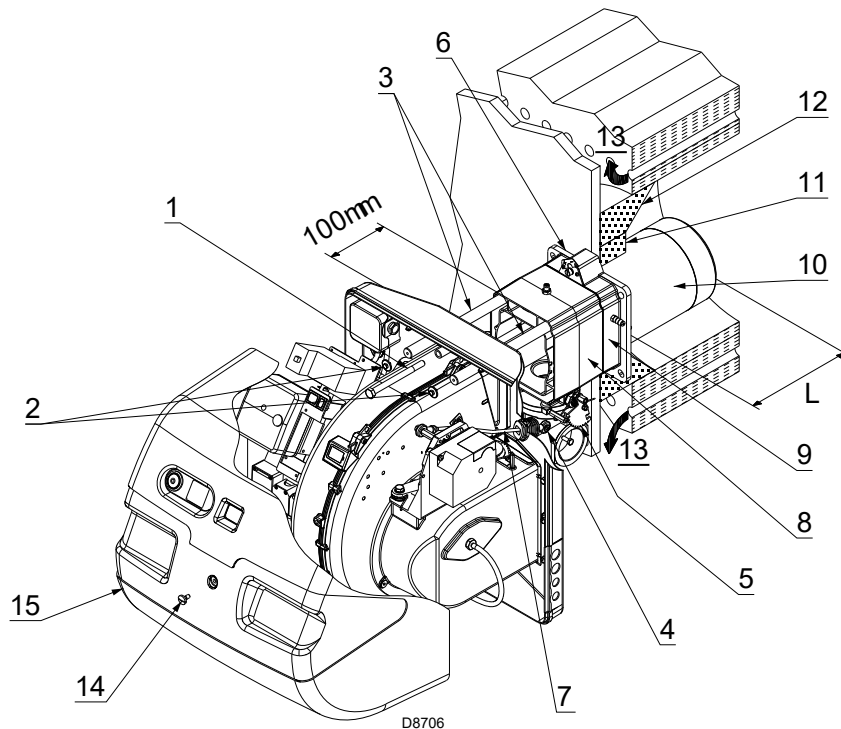

Abb. 10
Für Heizkessel mit vorderem Abgasumlauf 13)(Abb. 10) oder mit Flammenumkehrkammer muss eine Schutzschicht aus feuerfestem Material 11)(Abb. 10), zwischen feuerfestem Material des Kessels 12) und Brennerrohr 10)(Abb. 10) angebracht werden.
Trennen Sie den Flammkopf vom übrigen Teil des Brenners, (Abb. 10):
- entfernen Sie die Schraube 1) und ziehen Sie den Innenteil 2) (Abb. 10) heraus.
Befestigen Sie den Flansch 9) (Abb. 10) an der Platte des Heizkessels und setzen Sie dazwischen die mitgelieferte Isolierdichtung 6) (Abb. 10) ein; tragen Sie vor dem Benutzen der 4, ebenfalls mitgelieferten Schrauben entsprechende Freßschutzmittel auf.